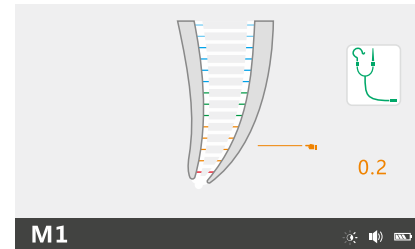

Рис. 24 Вибір положення
- Натисніть клавішу SET (НАЛАШТУВАННЯ) — тепер можна переміщувати значок для налаштування положення біля апекса (рис.24).